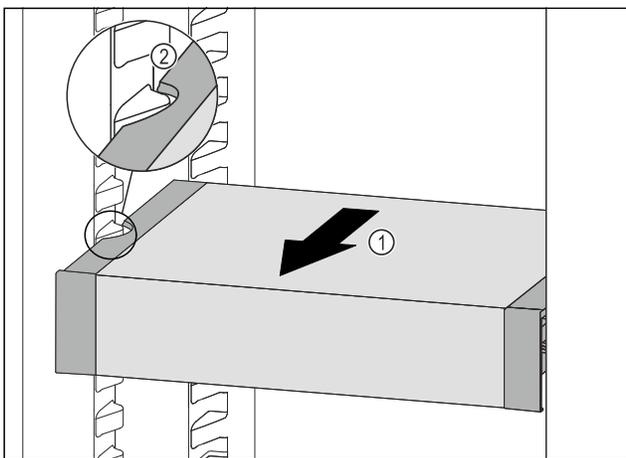

Fig. 83
- Tirer le VarioSafe vers l'avant Fig. 83 (1) jusqu'à ce que les encoches latérales du VarioSafe se trouvent au niveau de la nervure du bac dans la partie réfrigérateur. Fig. 83 (2)